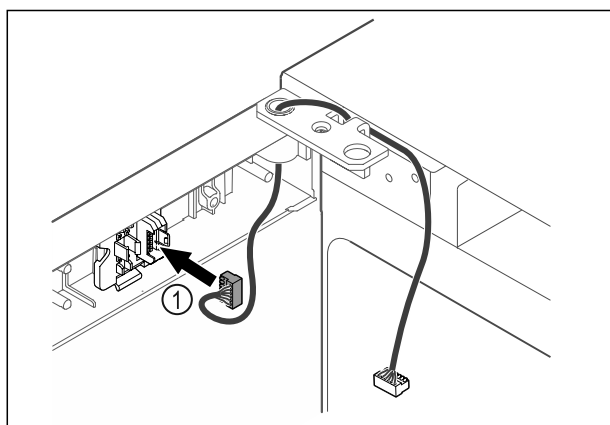

Fig. 46
- ▶ Introduceți fișa Fig. 46 (1) în suportul fișei.